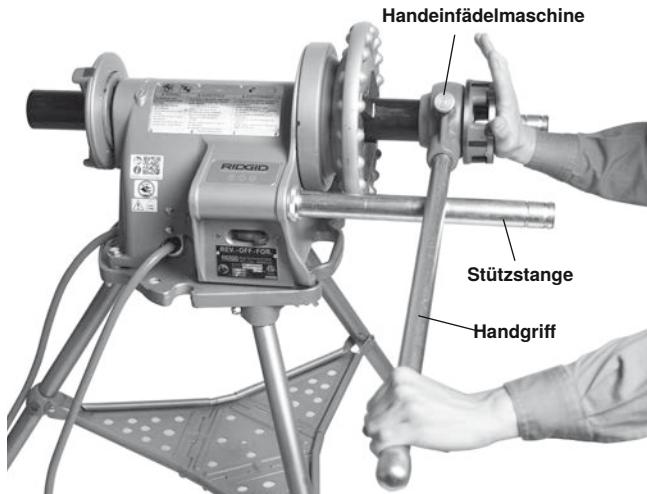

Abbildung 17 - Schieben der Handgewindeschneidmaschine auf das Rohr zum Einrasten der Schneidbacken
Platzieren Sie den Schneidkopf über dem Rohrende wie in Abbildung 17 gezeigt. Legen Sie den Griff der Gewindeschneidmaschine auf die Stützstange auf der Schalterseite. Halten Sie das Ende des Griffs der Gewindeschneidmaschine mit der linken Hand. Um Verletzungen durch Quetschungen zu vermeiden, sollten Sie weder Hand noch Finger zwischen Griff der Gewindeschneidmaschine und Stützstange halten. Halten Sie den Griff in Kontakt mit der Stützstange. Tragen Sie Öl auf das Rohrende und die Schneidbacken auf.
2. Drücken Sie mit der rechten Handfläche gegen die Abdeckplatte des Gewindeschneidkopfes und halten Sie den Gewindeschneidkopf gegen das Ende des Rohres (Abbildung 17). Betätigen Sie den Fußschalter. Tragen Sie während Sie auf die